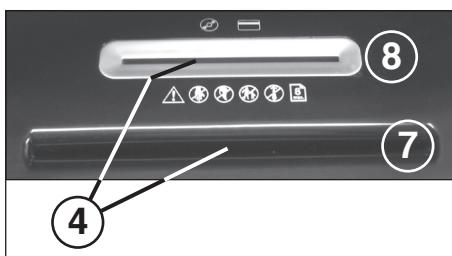

Fig. 2
4 = Barreira luminosa (marcha para frente) (Fig. 2)
7 = Ranhura de alimentação (Fig. 2)
8 = Ranhura de alimentação de segurança (Fig. 2)
Papel – inserir o papel na ranhura de alimentação (7) (Fig. 2) para que o cortador possa trabalhar.
Suportes informáticos (CD, DVD ou cartões de crédito) – inserir suportes informáticos um por um na ranhura de alimentação de segurança em separado (8) (Fig. 2) para que o cortador possa trabalhar.